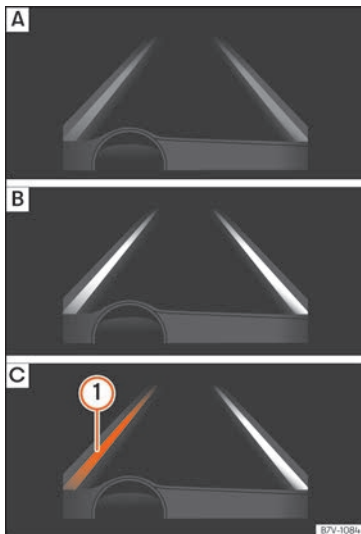

Abb. 269 Im Display des Kombiinstrumentes: Anzeige im Display des Spurhalteassistenten.
- **Abb. 269 A:** System aktiv, aber nicht verfügbar, da die Mindestgeschwindigkeit
- **Abb. 269 B:** System aktiv und verfügbar, beide Begrenzungslinien erkannt. In diesem Augenblick wird die Fahrtrichtung nicht korrigiert.
- **Abb. 269 C:** System regelt; die hervorgehobene Linie ① zeigt an, dass die Gefahr einer unabsichtlichen Überschreitung der Begrenzungslinie bestand. Das System korrigiert über die Lenkung die Fahrtrichtung.